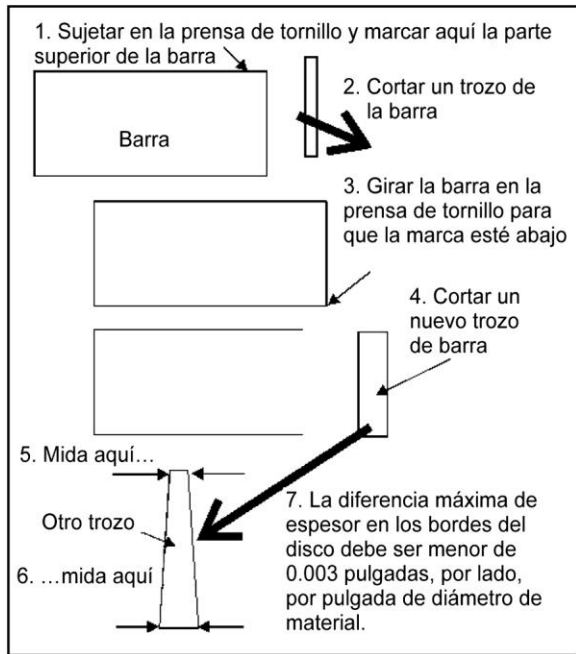

Figura 22: Método paso a paso para hacer un disco de
1. Con la barra de material sujeta firmemente en la prensa de tornillo, haga un corte en la barra. Vea la *Figura 22*.